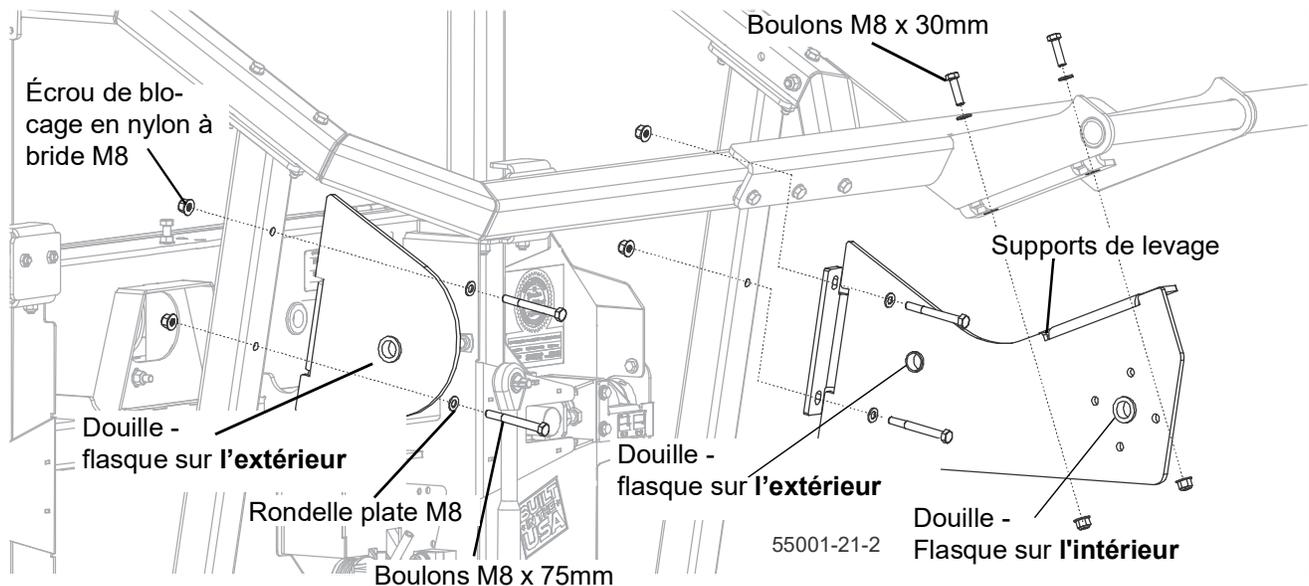

FIG. 3-27
1. Insérez les douilles en bronze dans les trous situés sur les supports de montée/descente. Voir Figure 3-27.